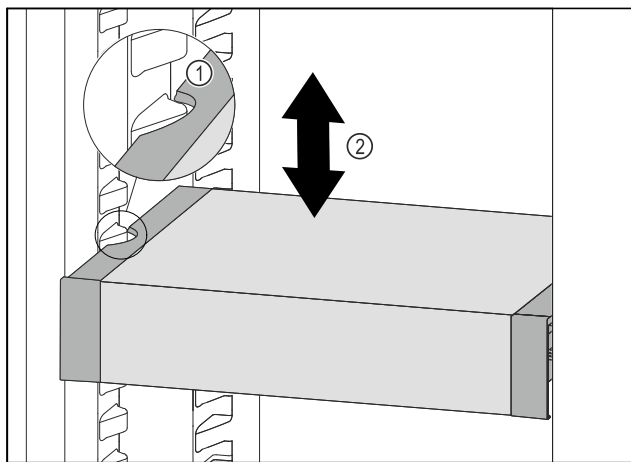

Fig. 204
- Τραβήξτε το VarioSafe προς τα εμπρός, μέχρι οι πλευρικές εσοχές του VarioSafe να βρίσκονται στο ύψος της ραβδωτής επιφάνειας του δοχείου στο τμήμα συντήρησης. Fig. 204 (1)
- Μετακινήστε το VarioSafe στο τμήμα συντήρησης προς τα επάνω ή προς τα κάτω, μέχρι να επιτευχθεί το επιθυμητό ύψος. Fig. 204 (2)